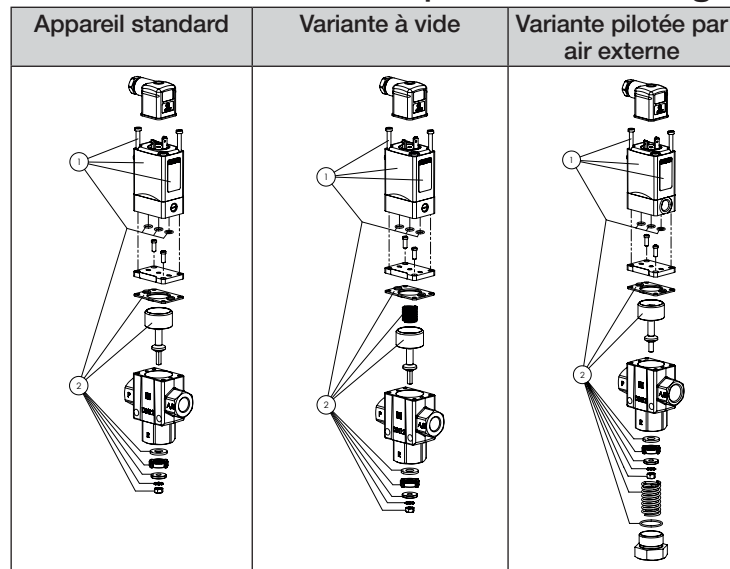

Fig. 2 : Commande pilote avec bobine (①), lot de pièces de rechange des pièces d'usure (②)
Commandez la **commande pilote avec bobine** (« Fig. 2 » pos. ①) ou le **lot de pièces de rechange des pièces d'usure** (« Fig. 2 » pos. ②) en utilisant le numéro d'identification de l'appareil.